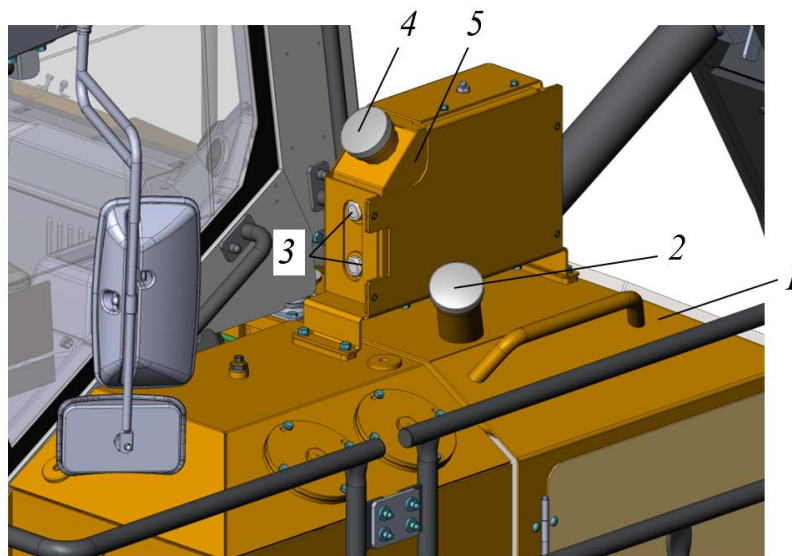
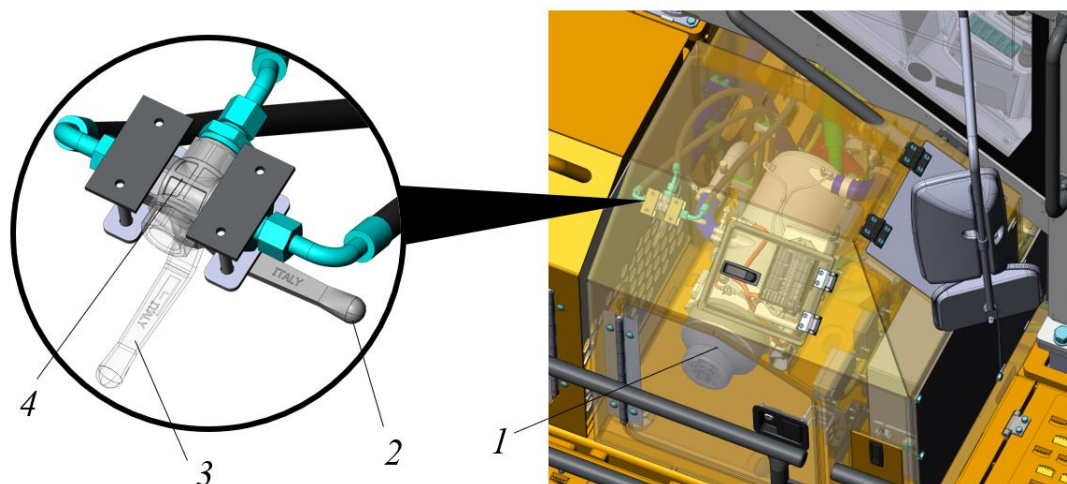

Рисунок 3.50. Расположение горловин топливного бака и бака ПЖД
Рисунок 3.51. Кран ПЖД
- ▶ Снять крышку топливного бака 2, рис. 3.50.
Наличие топлива в баке ПЖД определяется посредством смотровых окон 3, рис. 3.50. При падении уровня топлива до нижнего смотрового отверстия, бак ПЖД 5 необходимо пополнить, предварительно сняв крышку 4 с наливной горловины.
Предпусковой подогреватель дизельный (ПЖД – поз. 1, рис. 3.51) при температуре окружающего воздуха +1°C и выше должен питаться из топливного бака машины. При температуре окружающего воздуха 0°C и ниже из бака ПЖД. Переключение подачи топлива между баками 1 и 5 (рис. 3.50) осуществляется краном ПЖД. Кран ПЖД 4 расположен в ящике для ПЖД с правой стороны машины, см. рис. 3.51. Положение рукояти поз. 2 – топливо на ПЖД подается из топливного бака ПЖД. Положение рукояти поз. 3 – топливо на ПЖД подается из топливного бака машины.